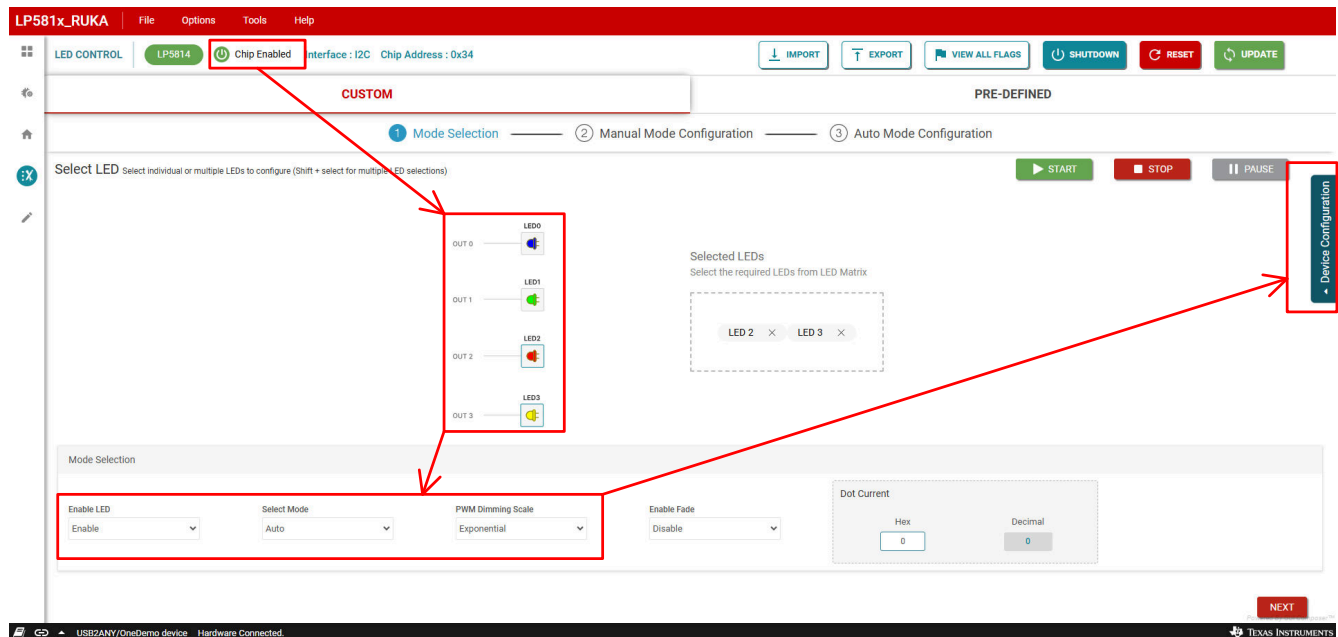

图 3-15. 芯片使能和自动模式设置
1. 单击 **Chip Enabled** 按钮以启用芯片，如图 3-15 所示。